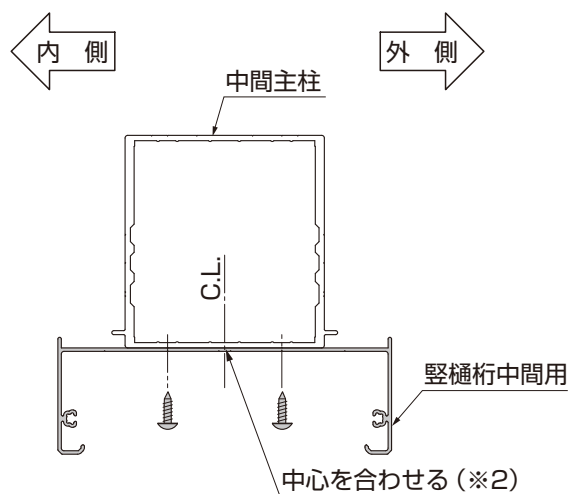

図18-13 縦樋の取付け（中間部分）
- 縦樋桁中間用は、中間主柱と中心（※2）を合わせて取付けてください。（図18-13参照）